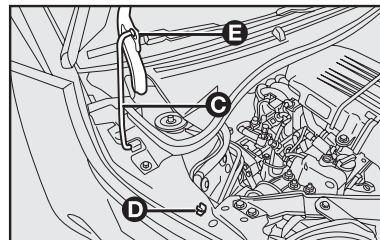

fig. 61
- levantar el capó y, simultáneamente, soltar la barra de sustentación **C-fig. 61** del dispositivo de bloqueo **D-fig. 61**. Introducir la extremidad de la barra en su lugar **E-fig. 61** del capó del motor (orificio grande) y desplazar hacia la posición de seguridad (orificio pequeño), como se ilustra en la figura.